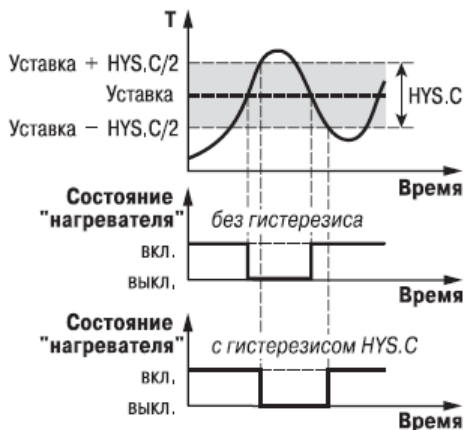

Рисунок 3.7 - Принцип работы Двухпозиционного регулятора
- «1» (100 %) - «нагреватель» включен. Двухпозиционный регулятор включает «нагреватель» при значениях регулируемой величины  $T$ , меньших Уставки, и выключает при значениях  $T$ , больших Уставки (рисунок 3.7). Так работает двухпозиционный регулятор в отсутствие гистерезиса.
Вы можете задать значение Гистерезиса двухпозиционного регулятора **HYS.C**. Тогда состояние «нагревателя» будет переключаться в тот момент, когда отклонение  $T$  от Уставки достигнет половины величины **HYS.C** (см. рисунок 3.7).